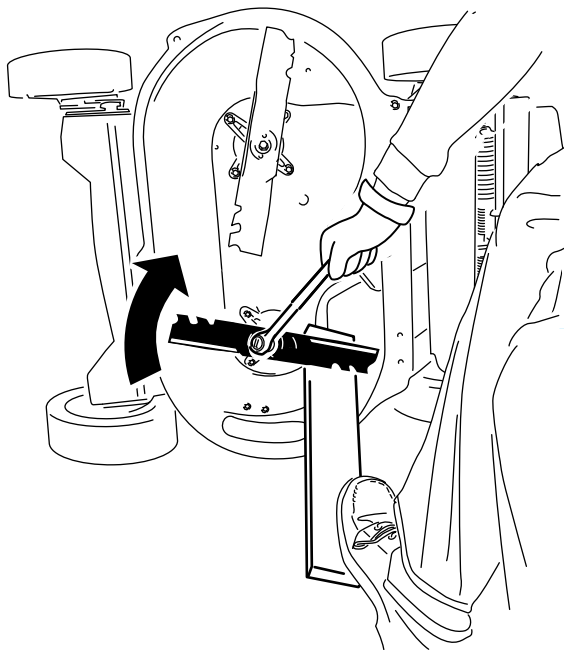

Figure 42
- Immobilisez chaque lame à l'aide d'une planche et tournez le boulon de lame dans le sens horaire au moyen d'une clé dynamométrique comme montré à la Figure 42 ; serrez chaque boulon de lame à 82 N·m.